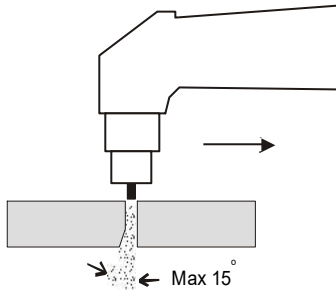

Abb. 6
1. Hohe Geschwindigkeit des Schneidens (überzeugen Sie sich, ob die Neigung des durchdringenden Schneidlichtbogens nicht ca. 15° überschreitet (siehe Abb. 6)